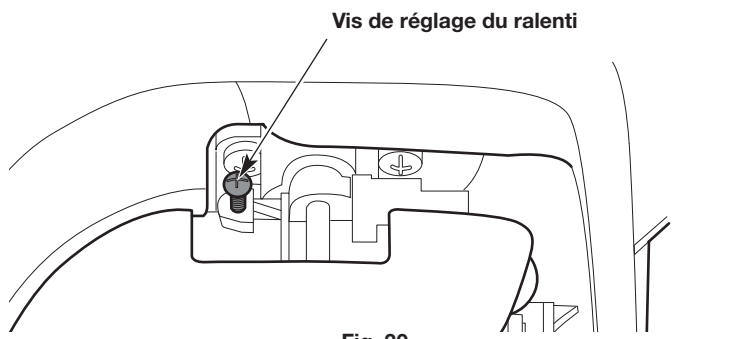

Fig. 30
- Si le moteur s'arrête, augmentez le régime de ralenti. Utilisez un petit tournevis cruciforme pour tourner la vis de ralenti vers la droite, de 1/8 de tour à la fois, et ce, jusqu'à ce que le moteur tourne bien au ralenti (Fig. 30).
- Si la tête de coupe tourne lorsque le moteur est au ralenti, réduisez le régime de ralenti. Tournez la vis de ralenti vers la gauche, de 1/8 de tour à la fois, jusqu'à ce que la tête de coupe cesse de bouger (Fig. 30).